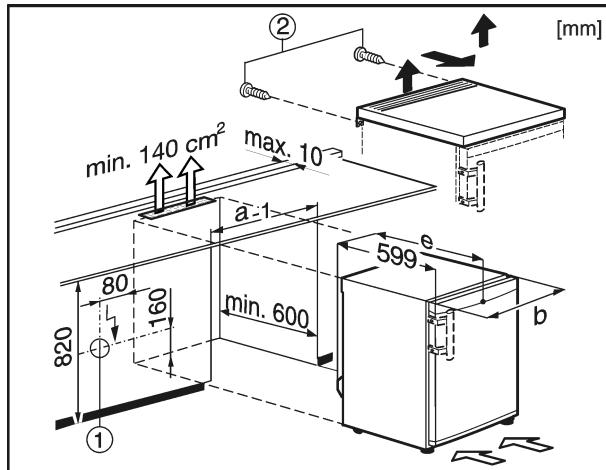

Fig. 9
Zásuvka Fig. 9 (1) sa musí pritom nachádzať mimo zadnej strany zariadenia a musí byť ľahko prístupná.
- Zo zadnej strany odstráňte skrutky Fig. 9 (2).